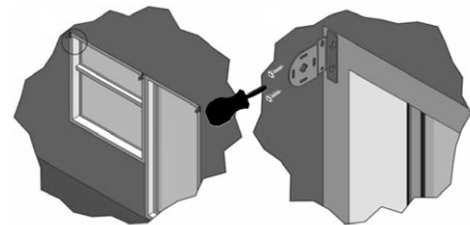

Рис. 7. Установка кронштейнов для DOUBLE LVT
1. Разметить предполагаемые места установки кронштейнов, расстояние между которыми является шириной готового изделия. Место установки промежуточного кронштейна необходимо размечать таким образом, чтобы его наружная сторона оказалась на линии, до которой велись измерения при замере (Рис.7).
2. Прикрутить двумя саморезами (при необходимости использовать дюбели) каждый кронштейн, начиная с правого (Рис.7).